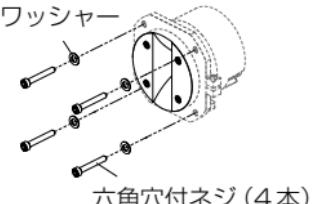

図 4
6. キャビネット内側から ET-703a を差し込み、バッフルおもて面から付属の六角穴付ネジ（4本）にそれぞれ付属のワッシャー（4ヶ）を入れて付属の六角レンチで固定します（図 4）。